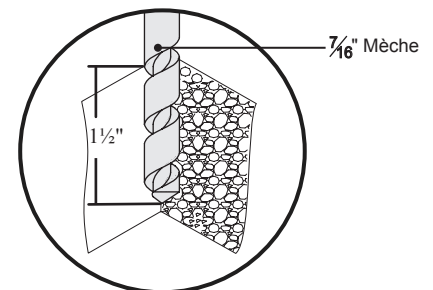

Figure 29. Le perçage des trous de montage
- A chaque emplacement marqué, percer un trou  $\frac{7}{16}$ " de 1 ½ po de profondeur (Figure 29). Répétez cette étape pour les autres sites.